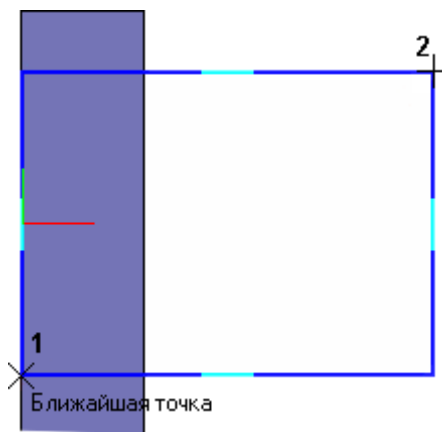

Рисунок 21.
- С помощью привязки Ближайшая точка укажите вершину 1 детали как первую вершину прямоугольника. Вершину 2 укажите произвольно (рис. 21).